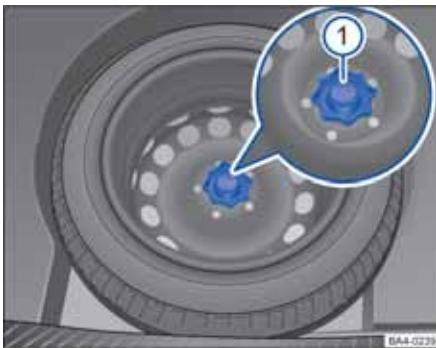

图 209 行李厢内：备用车轮（类型 A）固定手轮
- 逆时针拧下备用车轮中间的固定手轮⇒图 209 ①，拆下备用车轮。